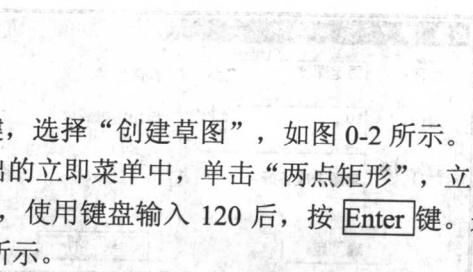

图 0-3 立即菜单
- ② 单击工具栏中的“矩形”按钮 ，在弹出的立即菜单中，单击“两点矩形”，立即菜单切换为“中心_长_宽”，在长度输入框内单击，使用键盘输入 120 后，按 Enter 键。采用同样方法，调整矩形宽度为 120，结果如图 0-3 所示。